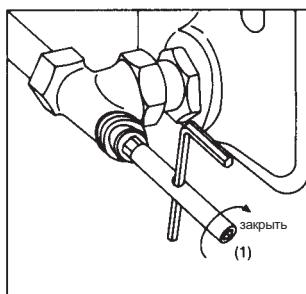

Рис. 8
- 4.3 Снять инструмент для заполнения и слива с арматуры (2) и затянуть вставку шестигранным ключом SW 10 (1) с усилием макс. 10 Нм (рис. 8).
- 4.4 Закрыть вставку вентиля шестигранным ключом SW 10 (1) до упора поворотом вправо и затянуть с макс. усилием 10 Нм (рис. 8).